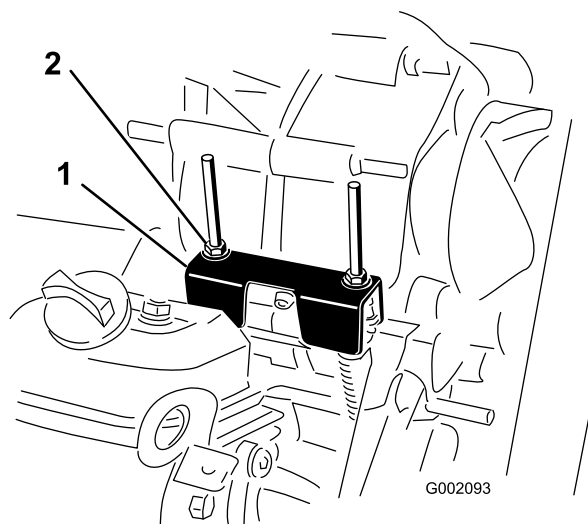

Figura 58
Sempre que for necessário efetuar operações de manutenção programada e/ou diagnósticos do motor, deverá colocar o conjunto eixo-transmissão na posição NEUTRA (Figura 58). A alavanca de mudanças da máquina possui uma posição de PONTO MORTO que controla a posição neutra do conjunto eixo-transmissão. Realize os passos seguintes para se certificar de que a alavanca de mudanças controla a posição neutra do conjunto de forma correta:
2. Certifique-se de que o suporte neutro está na posição {PONTO MORTO (ao nível do suporte do cabo ao capot situado por baixo do suporte das mudanças), rodando a embraiagem (Figura 58).
3. Rode uma das porcas de bloqueio (Figura 58) para conseguir 0,76 a 1,52 mm de folga entre a parte inferior da porca/anilha e o suporte neutro.